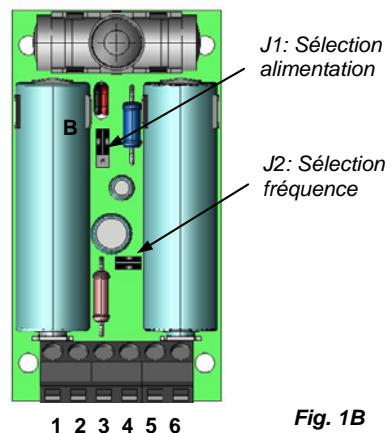

Fig. 1B
- Relier au bornier prévu à cet effet (bornes 5 et 6, Fig. 1B) le contact de la tranche résistive 8K2 extérieure à l'émetteur. Si cette option n'est pas utilisée, NE PAS ponter les bornes 5 et 6.